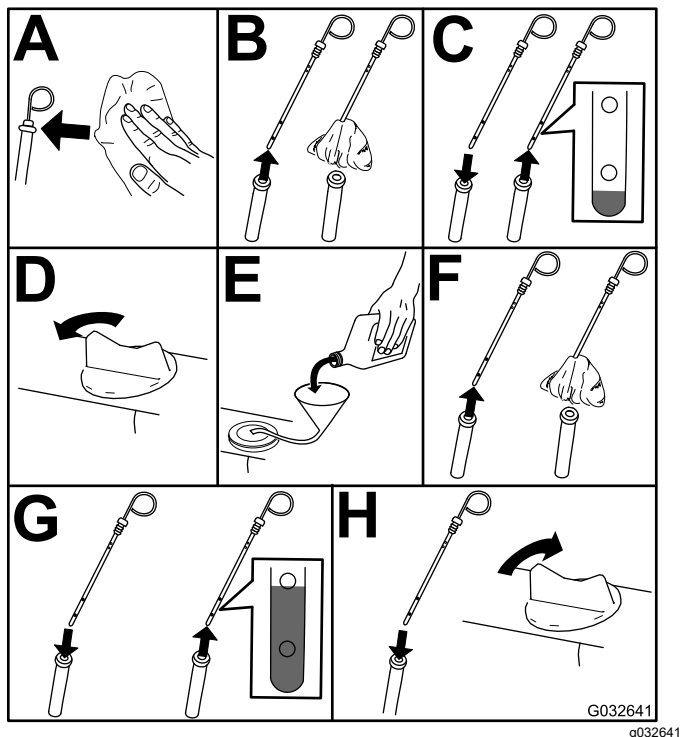

Figura 61
3. Verifique o nível de óleo do motor (Figura 61).